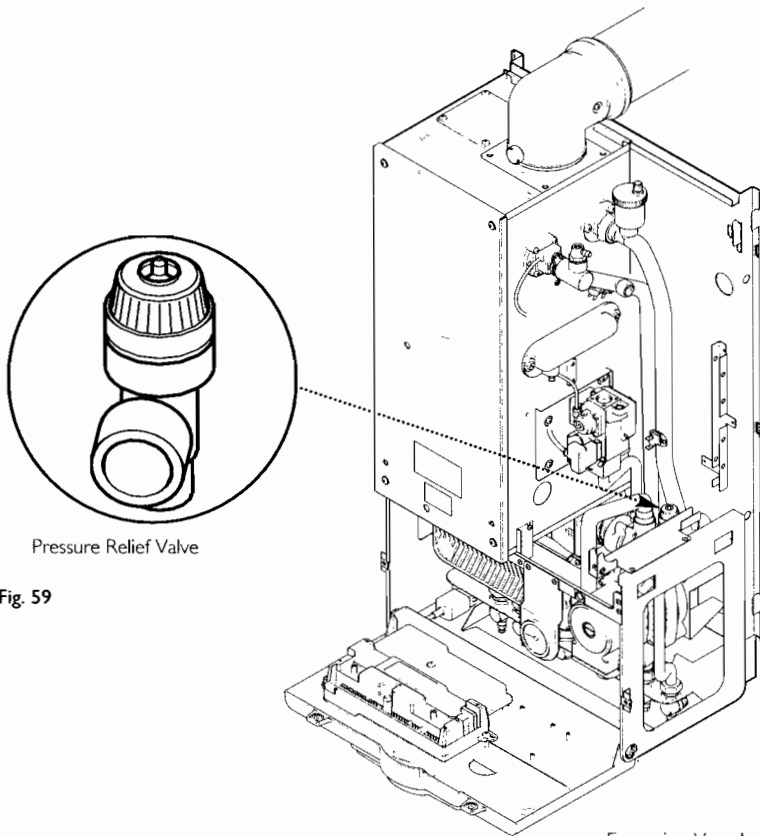

Fig. 59
13.13 Pressure Relief Valve (Fig. 59)